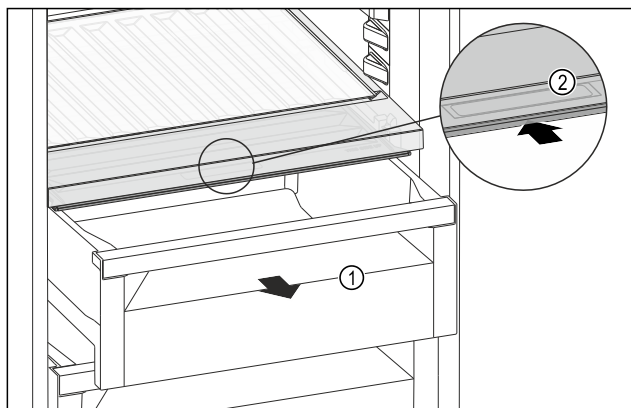

Fig. 110
- ▶ Dra ut utdragslådan Fig. 110 (1).
- ▶ Ta tag i fördjupningen Fig. 110 (2) på facklocket och skjut samtidigt facklocket bakåt.